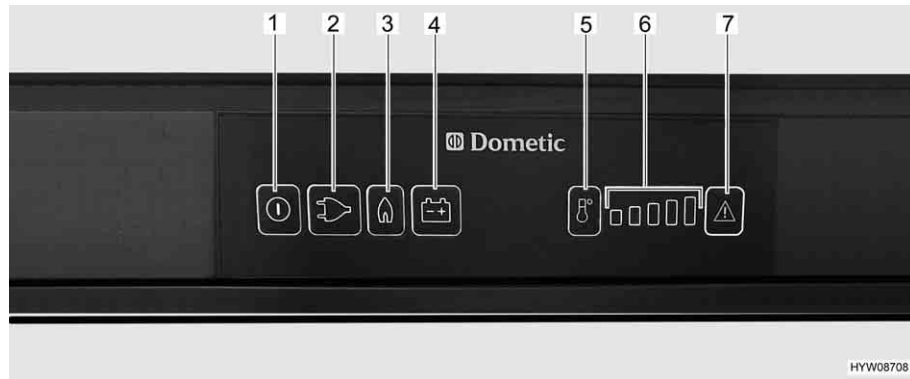

Fig. 148 Elementos de mando para el frigorífico (Dometic de la serie 8 con SMSE)
- Pulsar la tecla On/Off (Fig. 148,1) por aprox. 2 segundos. El frigorífico se conectará. Se iluminará la tecla modo de funcionamiento seleccionado más recientemente.
- En caso necesario, pulsar la tecla para el modo de funcionamiento "Gas" (Fig. 148,3). La tecla se iluminará. El suministro de gas está abierto. El encendido se realiza automáticamente. Se oye un sonido de tic-tac hasta que el proceso de encendido se haya llevado a cabo con éxito.
- Ajustar la temperatura de refrigeración con la tecla de selección de nivel de temperatura (Fig. 148,5).
- En caso necesario, pulsar la tecla de modo de funcionamiento "230 V" (Fig. 148,2). La tecla se iluminará.
- En caso necesario, pulsar la tecla de modo de funcionamiento "12 V" (Fig. 148,4). La tecla se iluminará.